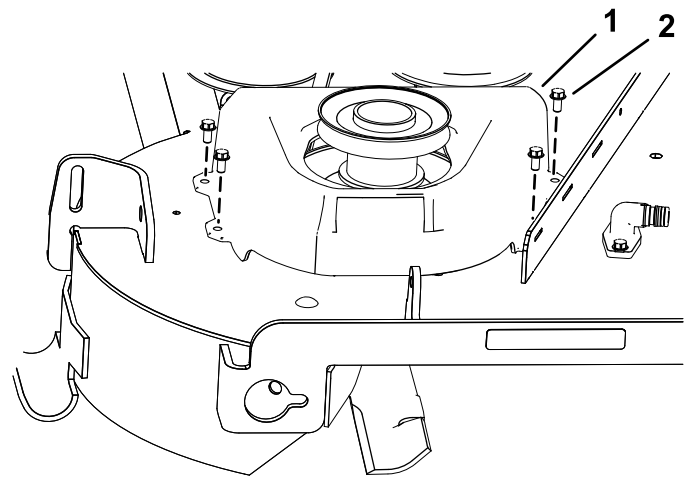

Figuur 10
2. Monteer de poelie-eenheid op de rechter maaidekpoelie; gebruik de moer en ring die u eerder hebt verwijderd (Figuur 10).